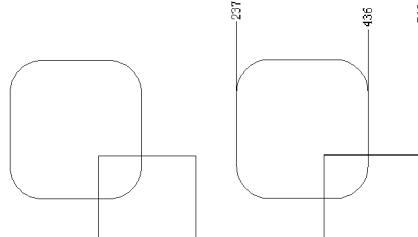

图 3.15 标注 Y 坐标值尺寸
(3) 引出位于垂直方向,可以标示出 X 坐标值,接着移动引线到合适的位置,单击鼠标左键完成显示标注。图 3.15 所示为标注 Y 坐标值尺寸后效果。